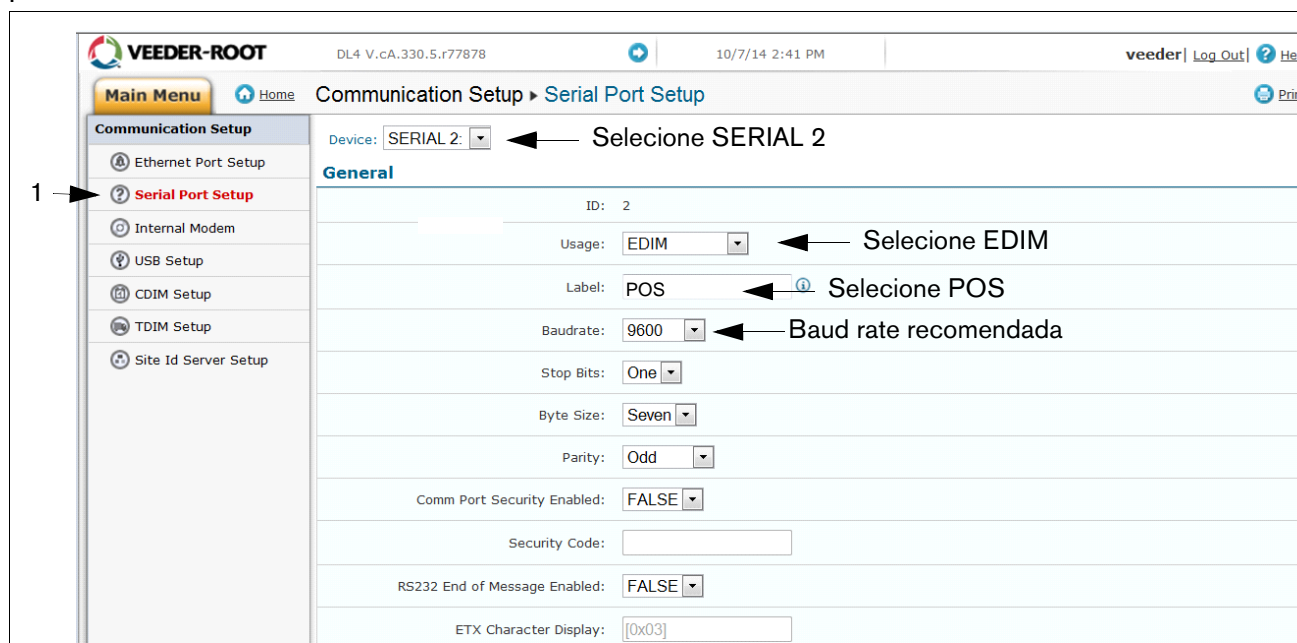

Figura B-5. Configuração da porta serial, SERIAL 2- POS
8. Clique em “Configuração da porta serial” (1) e no campo “Dispositivo”, selecione “SERIAL 2:”. Use esta conexão para se conectar ao POS e digite “POS” como etiqueta. Defina os parâmetros de comunicação corretos para o POS usando os menus em lista. Clique no botão “Salvar” para guardar essas configurações (ver exemplo em Figura B-5).